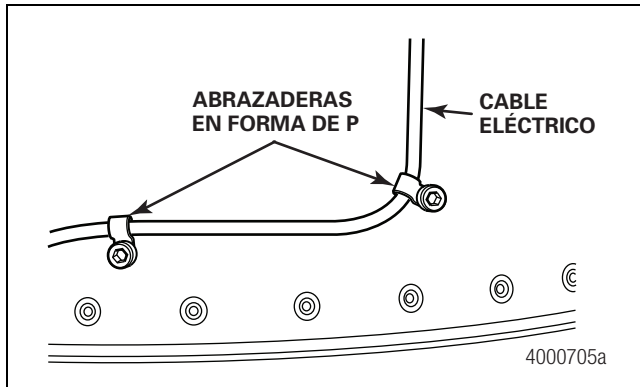

Figura 2.68
- Encamine el arnés de cableado de la luz indicadora a la caja de siete vías del semirremolque. Fije el arnés a la parte delantera del semirremolque con ayuda de las abrazaderas en forma de P proporcionadas. Corte el arnés, asegurando que quede suficientemente largo para poder hacer las conexiones en la caja de siete vías. Encamine el arnés hacia el interior de la caja de siete vías. Figura 2.68.